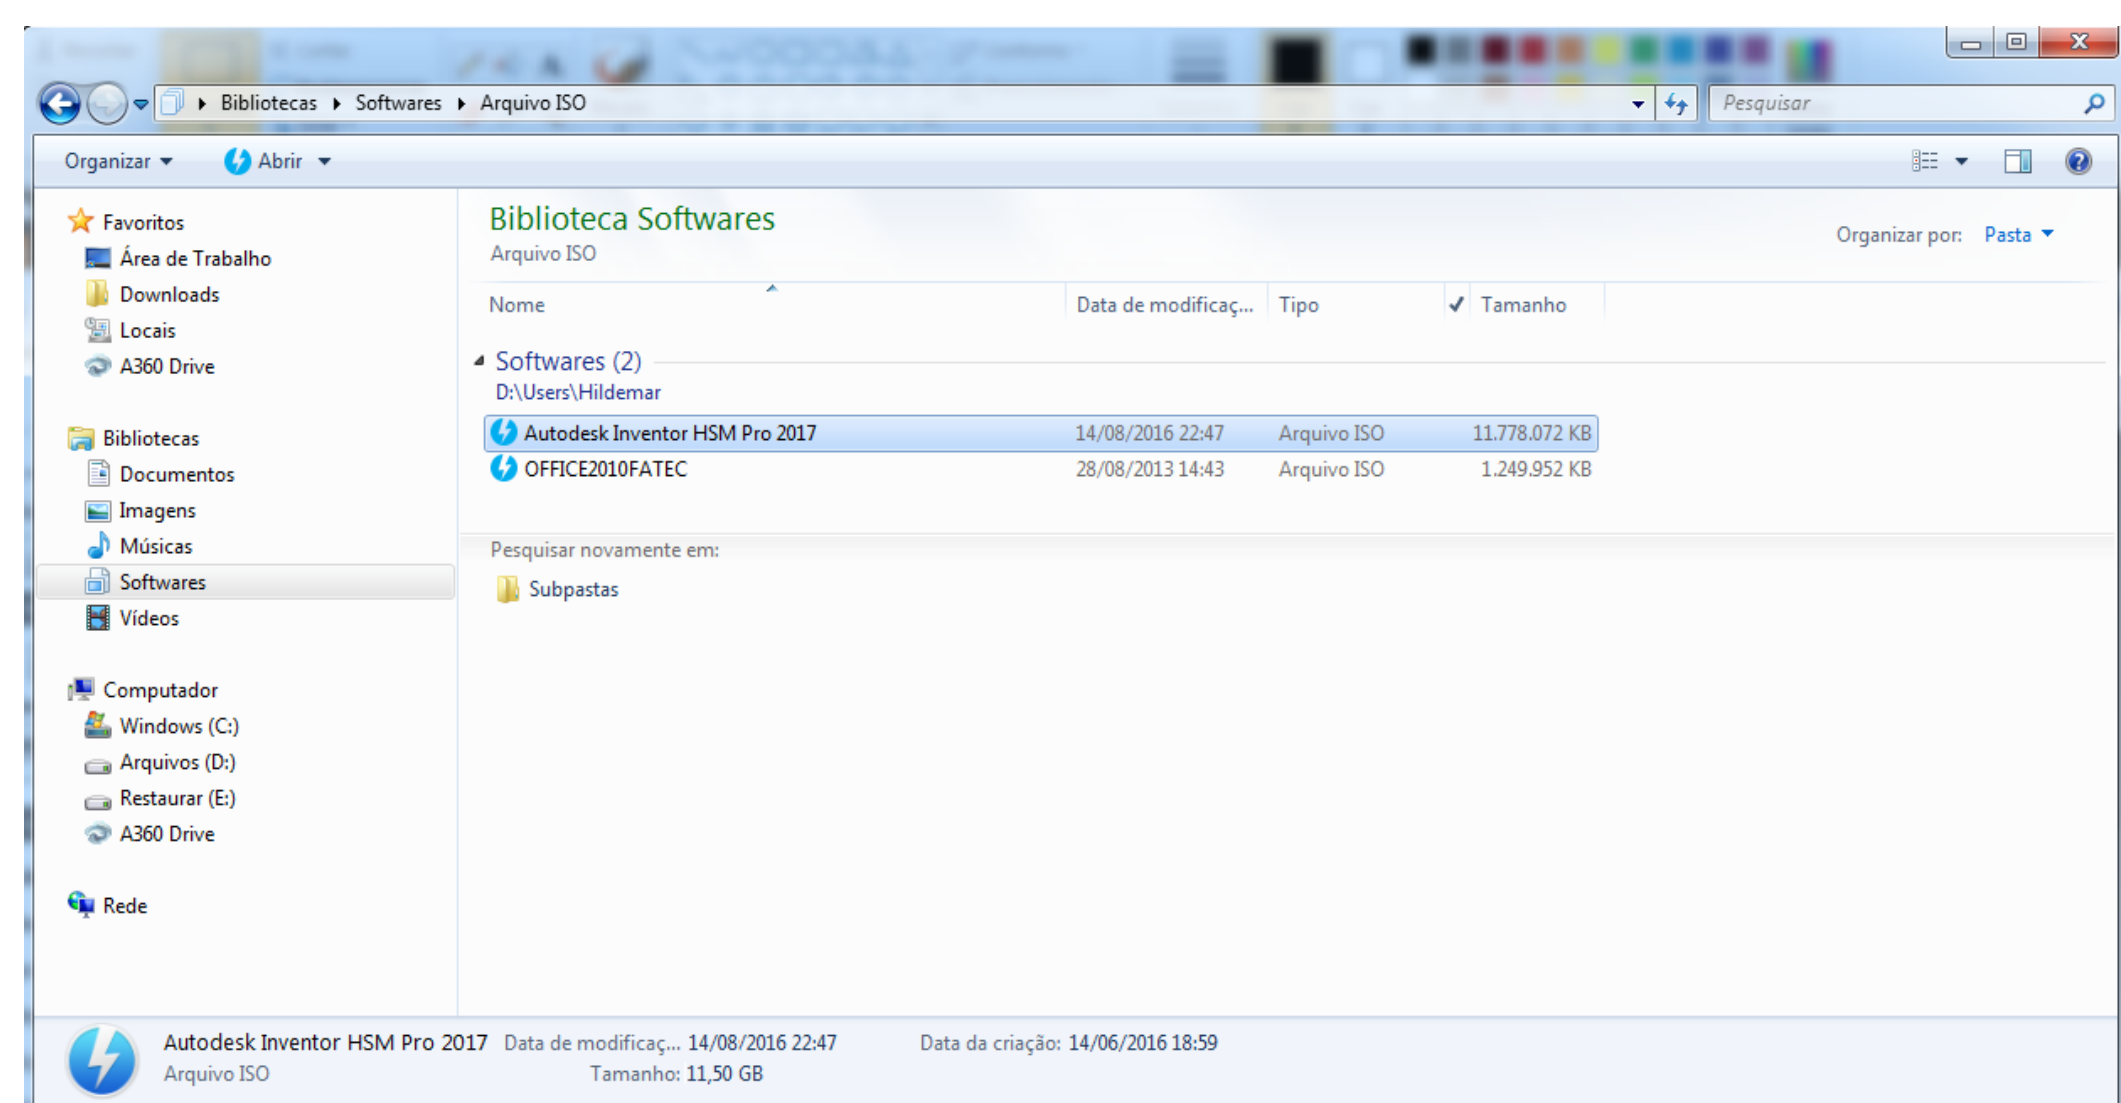

Figura 2 .Geração da Imagem Administrativa.
- Geração da imagem administrativa através de configurações padronizadas pelo Setor de Computação Gráfica, conforme mostra a figura 2.